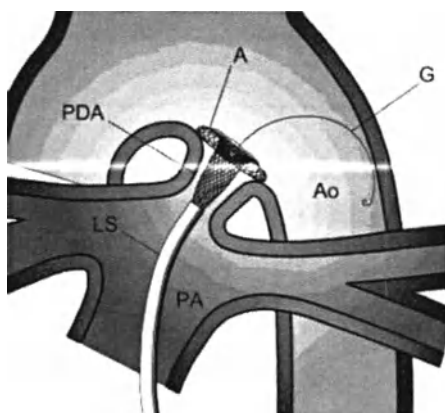

Рис. 17
- Толкая длинную трубку (LS), осторожно протолкните удерживающий диск вплотную к аортальной ампуле. Рис. 17.